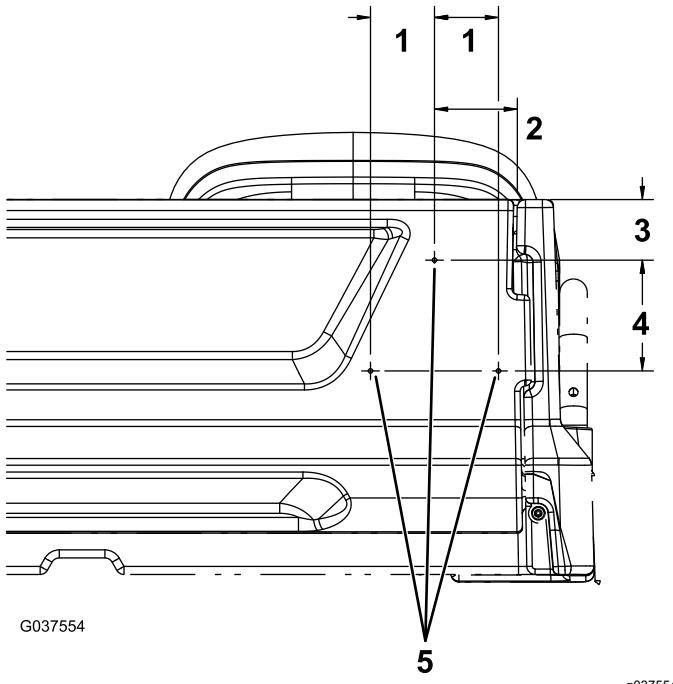

Bild 13
- Messen Sie 128 mm nach unten von dem in Schritt 1 markierten Loch und 74 mm nach rechts und links und markieren Sie die beiden Positionen (**Bild 13**).
- Bohren Sie in alle drei Markierungen ein Loch mit einem Durchmesser von 5 mm ($13/64''$) (**Bild 13**).
- Messen Sie an der rechten Seite der Heckklappe 95 mm von der rechten Kante und 70 mm von oberhalb der Heckklappe und markieren Sie diese Position (**Bild 13**).